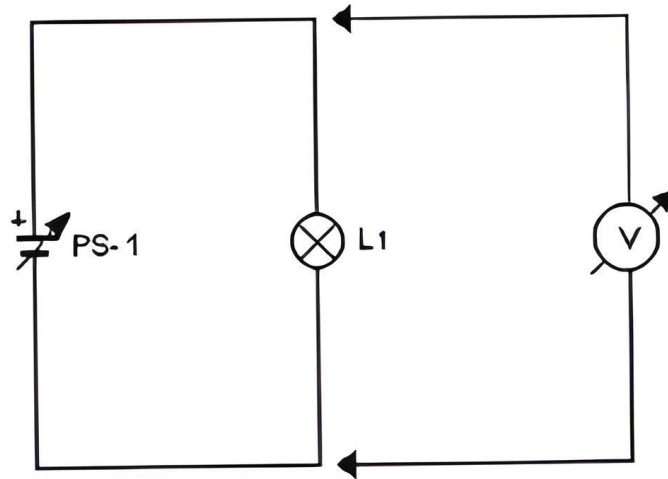

Figura 1.2
6. En la figura 1.2 se muestra el modo correcto de conectar el multímetro.
7. Conecte el DMM como se muestra en la figura 1.2. Note que el medidor ha sido conectado en bornes de la lámpara para medir su tensión.